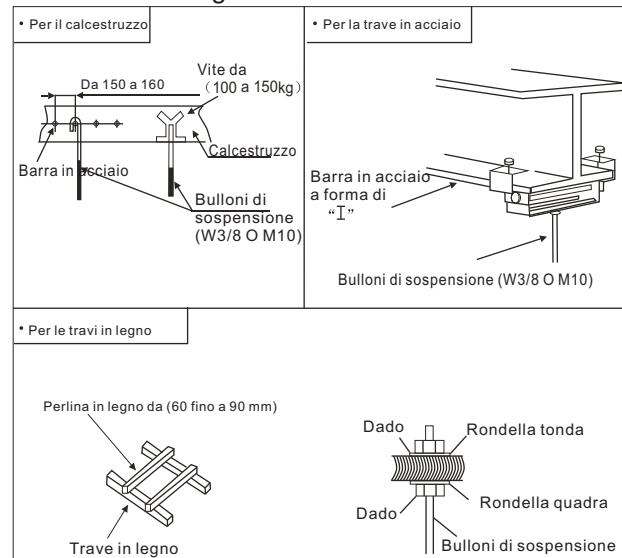

Fig. 3.3.1 Fissaggio dei bulloni di sospensione
(1) Considerare la direzione dei tubi, il cablaggio e la manutenzione con cura, scegliendo la corretta direzione e posizione per l'installazione.
(2) Installare i bulloni di sospensione come evidenziato dalla Fig. 3.3.1.